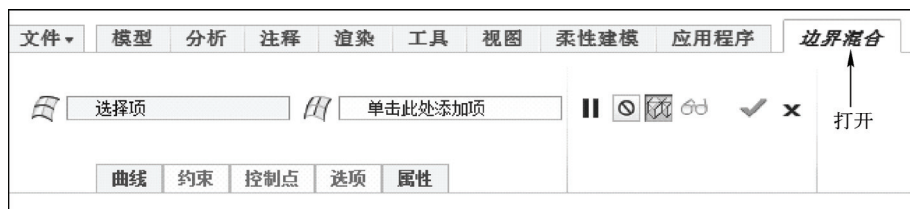

图 9-53 “边界混合”选项卡
STEP 03 打开“边界混合”选项卡，如图 9-53 所示。